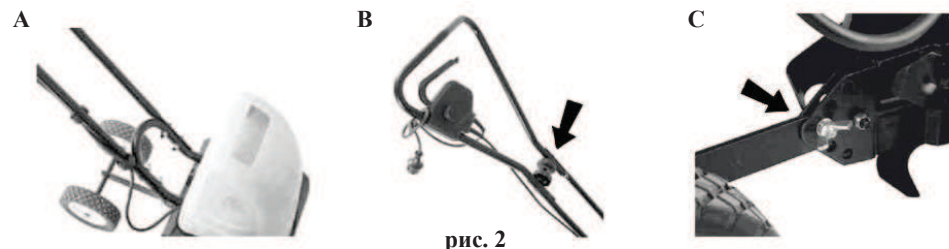

рис. 2
6.2 Установите нижнюю часть рулевого управления (рис. 2 А) на основание культиватора и зафиксируйте винтами. Протяните провода питания используя фиксаторы 6 (рис. 1).
6.3 Установите верхнюю часть рулевого управления на нижнюю часть и зафиксируйте винтами. Закрепите провод питания на верхней части рулевого управления (рис. 2 В).
6.4 Установите кронштейн колёс на основании культиватора используя 2 винта. Для регулировки высоты на кронштейне колёс есть пазы. После регулировки затяните фиксирующие винты. (рис. 2 С)